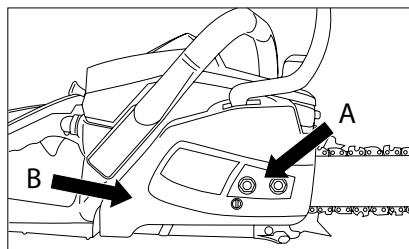

Abb. 5
3. Lösen Sie die beiden Muttern (A), die die Schiene und die Abdeckung befestigen. Nehmen Sie die Abdeckung zusammen mit dem Blech der Kettenbremse (B) ab (Abb. 5).